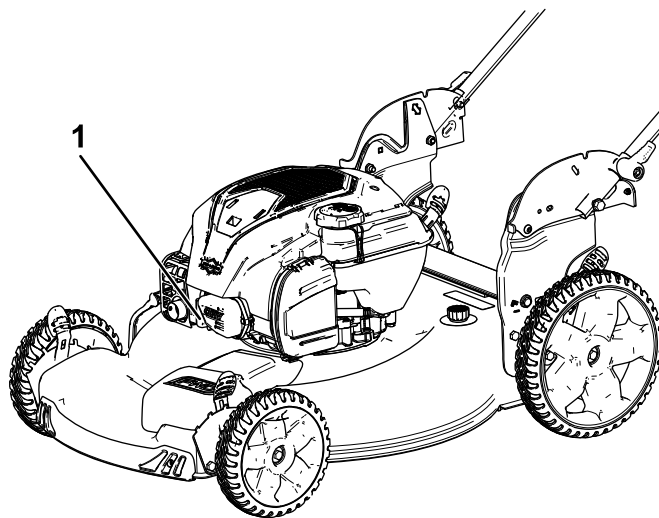

Figura 24
2. Desconecte o fio da vela de ignição da vela de ignição (Figura 24).